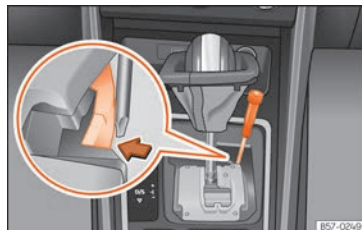

Fig. 53 Levier sélecteur : déverrouillage d'urgence de la position de parking.
- Avec un tournevis, appuyez latéralement sur la languette jaune de déverrouillage et maintenez la pression » » fig. 53.